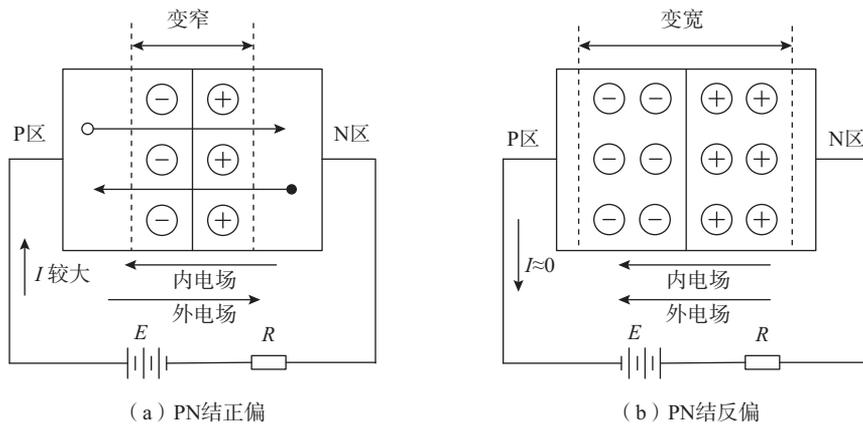

图 1-4 PN 结的单向导电性
(2) PN结的单向导电性。如果在PN结的两端施加正向电压,即P区接电源的正极,N区接电源的负极,称为PN结正偏,如图1-4(a)所示。外加电压在PN结上所形成的外电场与PN结内电场的方向相反,削弱了内电场的作用,破坏了原有的动态平衡,使PN结变窄,增强了多数载流子的扩散运动,形成较大的正向电流,这时称PN结为正向导通状态。
如果给PN结外加反向电压,即P区接电源的负极,N区接电源的正极,称为PN结反偏,如图1-4(b)所示。外加电压在PN结上所形成的外电场与PN结内电场的方向相同,增强了内电场的作用,破坏了原有的动态平衡,使PN结变厚,加强了少数载流子的漂移运动,因此少数载流子的数量很少,所以只有很小的反向电流,一般情况下可以忽略不计。这时称PN结为反向截止状态。